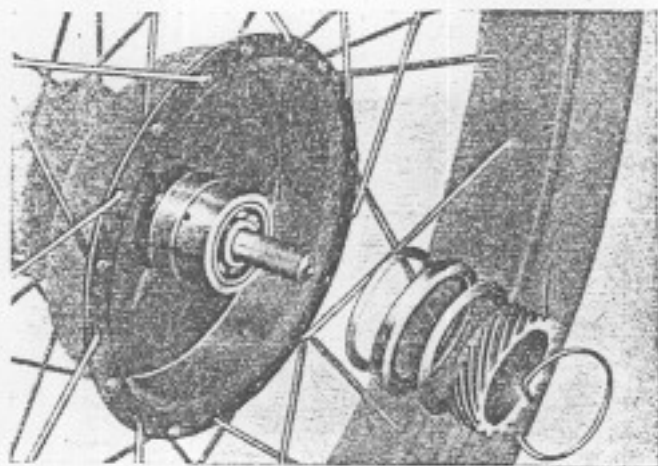

Bild 164. Dichtungsringe und Schraubenrad mit Anlaufscheiben aufschieben und mit Sprengring arretieren
8. In der Nabe vorgesehene Loch für Hakensprengling Nr. 20605 (Bild 164) freimachen.
10. In Bild 164 gezeigte Einbauteile in folgender Reihenfolge einbauen: